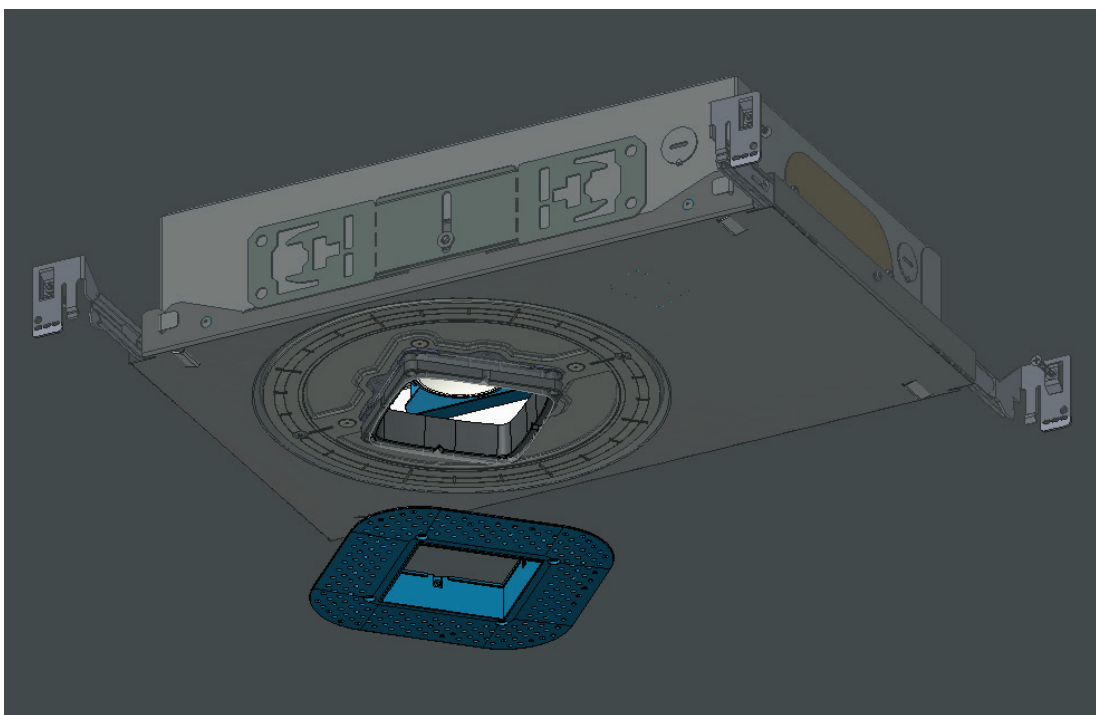

fig. 10
1. Alignez le dispositif de retenue de sorte que ses trous soient alignés avec les montants des vis du collier (voir la fig. 10).